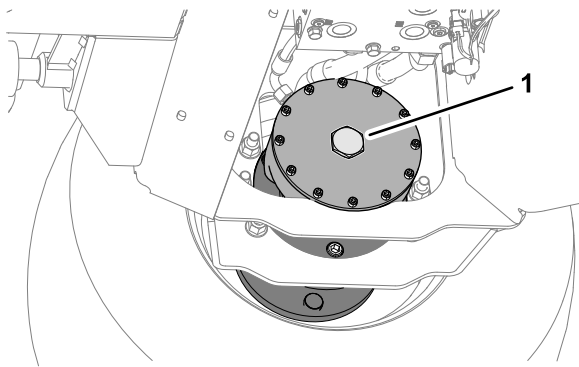

Figura 41
2. Montate il tappo esagonale sulla piastra terminale del motore (Figura 41).